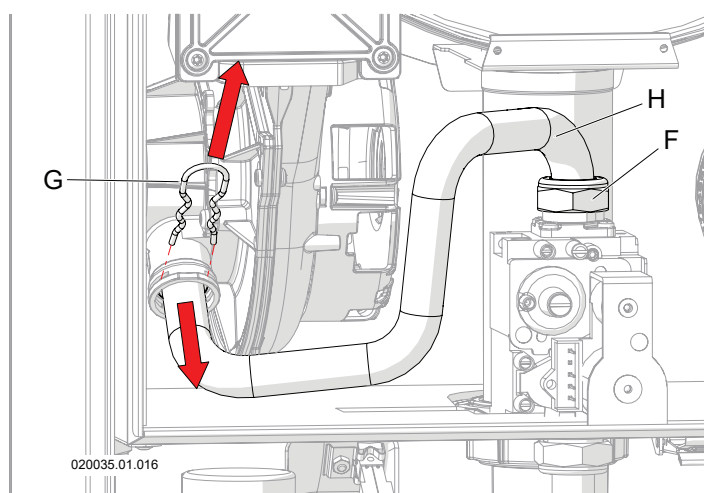

Figura 6-2 - Smontaggio tubo gas
- 6.-svitare il raccordo "F" (Figura 6-2);
- 7.-rimuovere la molla di serraggio "G" dalla sede per liberare il tubo (Figura 6-2);
- 10.-rimontare il tubo "H" (Figura 6-2);